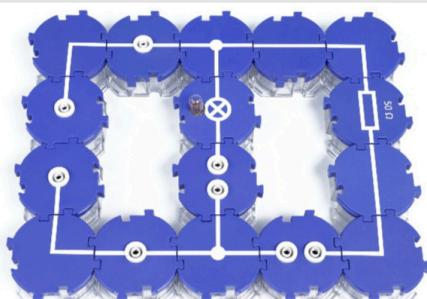

Abb. 1 Schaltung des Versuchs
- Baue den Schaltplan wie in der Abbildung 1 gezeigt auf.